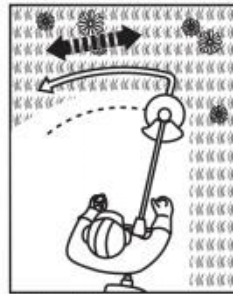

Fig. 45
5. Verplaats het product met een langzame, regelmatige boog van links naar rechts voordat u het terugzet naar de startpositie voordat u het volgende gebied trimt (Fig. 45).